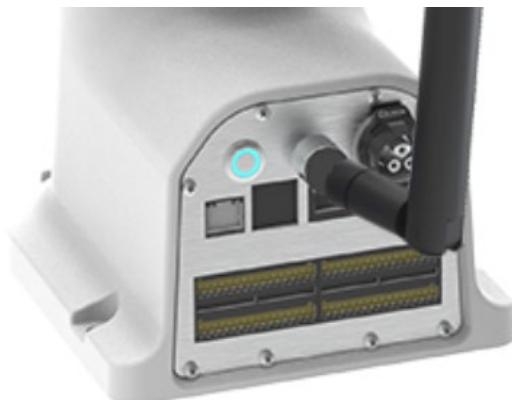

图 10-5 安装无线天线
2. 将无线天线插入到无线天线接口，并旋紧，如图 10-5 所示。